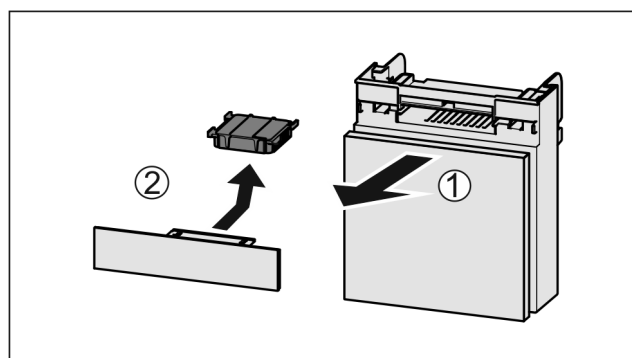

Fig. 98
- Estrarre il vano tirando in avanti Fig. 98 (1).
- Rimuovere il filtro a carboni attivi Fig. 98 (2).